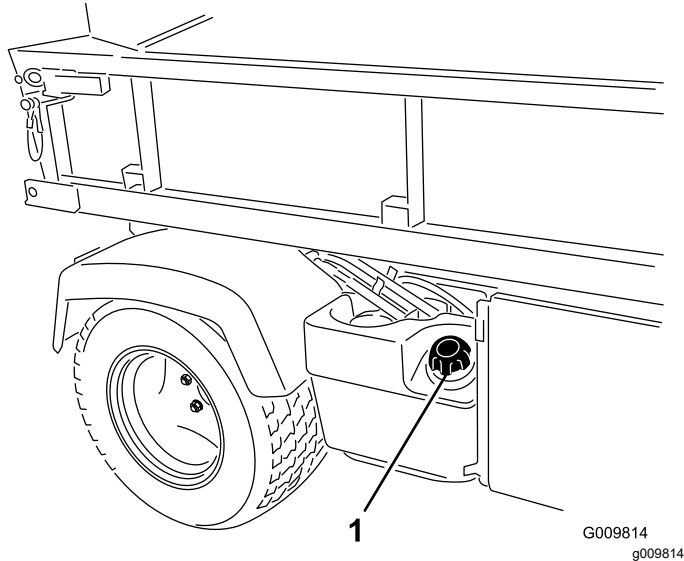

Figura 14
2. Scoatei capacul de la rezervorul de combustibil (Figura 14).